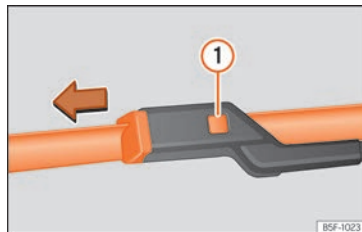

Fig. 43 Remplacement des balais d'essuie-glace.
- Maintenez la touche de déverrouillage » fig. 43 ❶ enfoncée en tirant légèrement le balai dans le sens de la flèche.